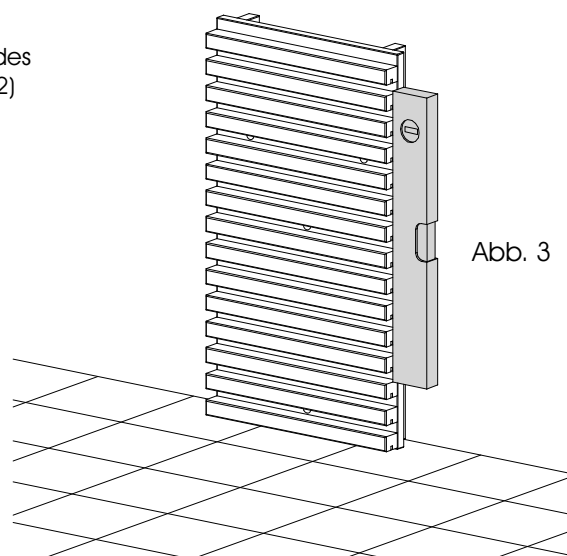

Abb. 3
2. Anschließend das untere Wandpaneel ausrichten (Abb. 3+4)
2. Die Löcher anhand der Skizze (Abb. 3+4) mit einem Ø8mm Bohrer in die Wand bohren